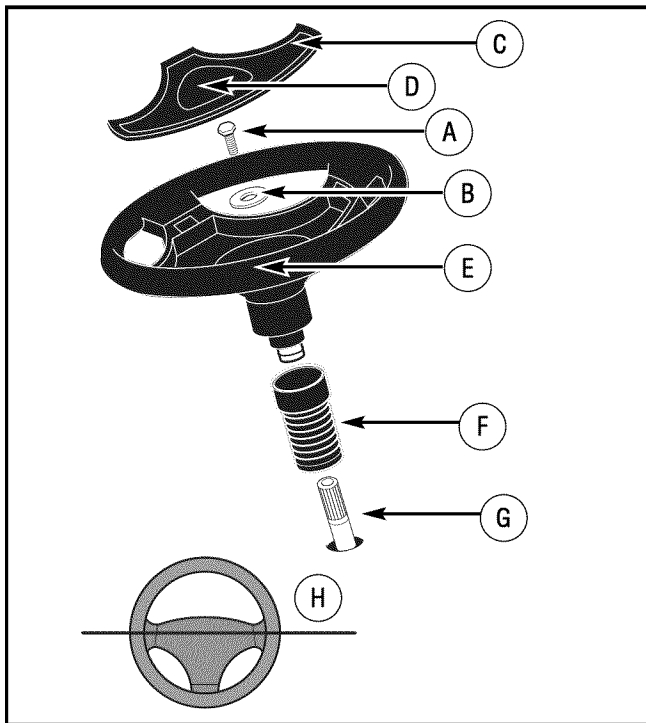

Figura 7: Eje de la dirección
2. Deslice los **fueles** sobre el **poste del volante** (Figura 7).
**NOTA:** Antes de sujetar el volante, asegúrese que las ruedas delantera a apuntan hacia adelante y están derechas. Para una correcta alineación del volante, ver Figura 7.